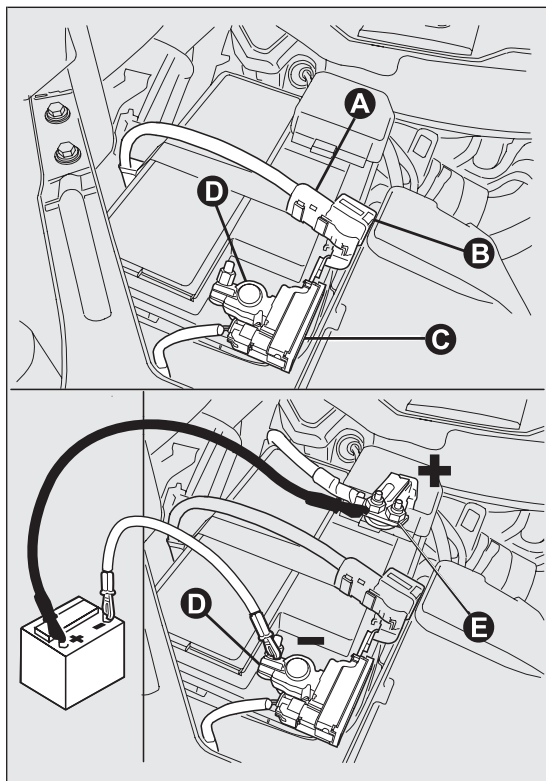

fig. 194
- ☐ disconnettere il connettore A fig. 194 (tramite azione sul pulsante B) dal sensore C di monitoraggio dello stato batteria installato sul polo negativo D della batteria stessa;
- ☐ dopo aver scollegato l'apparecchio di ricarica, ricollegare il connettore A fig. 194 al sensore C come da figura.